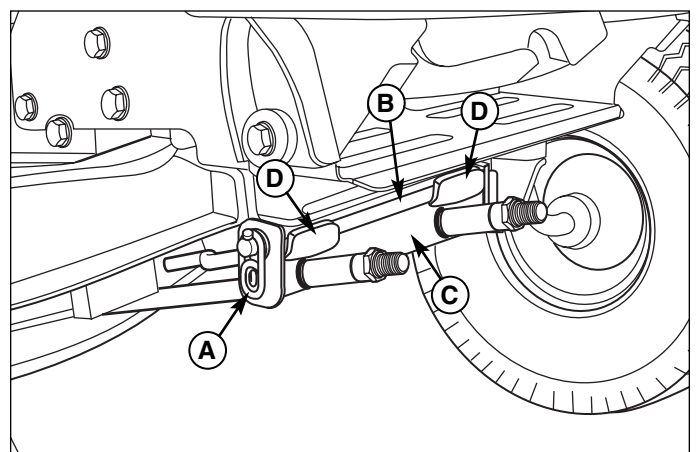

Figure 6. Attache du carter de coupe
6. Orienter les roues droit vers l'avant. Soutenir la bride de suspension du carter (C). Déposer la goupille de sécurité (A, Figure 6) et la tige (B). Abaisser la bride de suspension (C).
3. Orienter les roues droit vers l'avant. Lever la bride de suspension du carter (C, Figure 6). Enfiler la tige (B) à travers la bride de suspension (C) et les supports du tracteur (D). Fixer avec la goupille de sécurité (A).